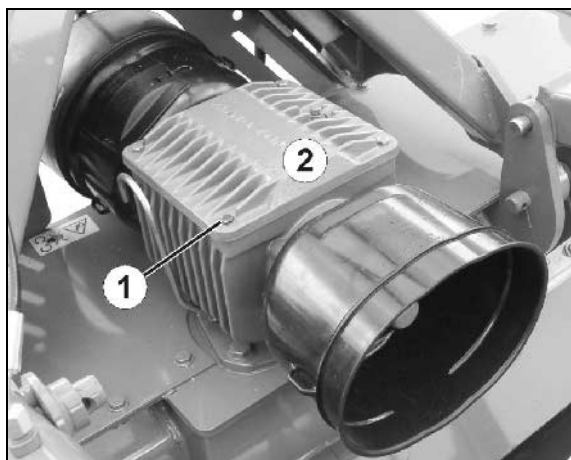

Fig. 54
4. Løsn og fjern skruerne (Fig. 54/1) fra geardækslet (Fig. 54/2).